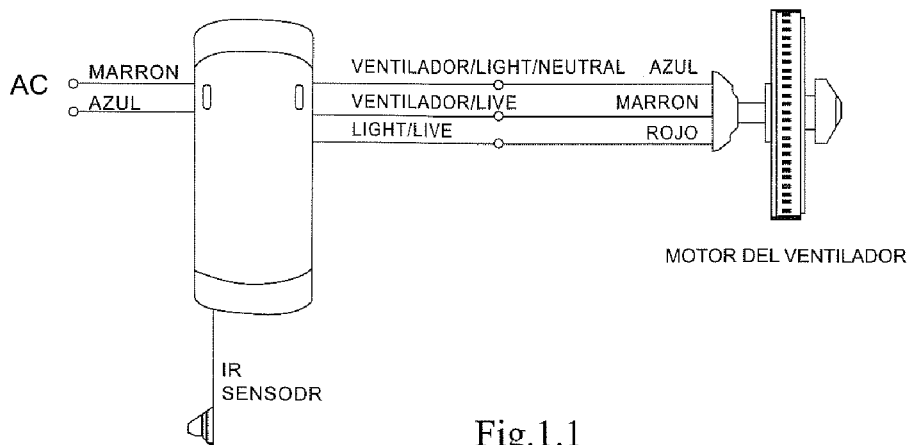
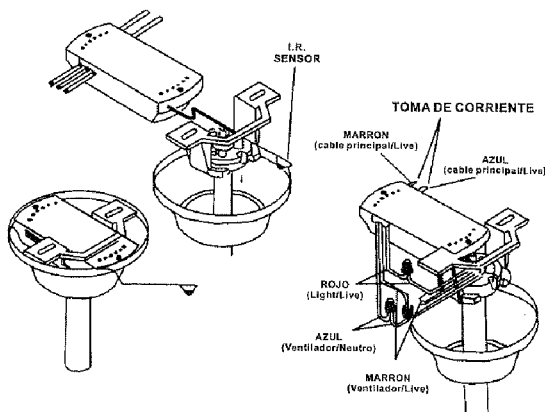
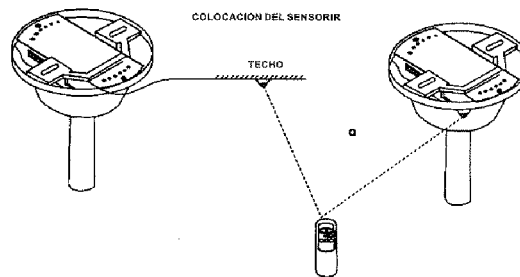

Fig.1.1
Fig.1.2
Fig. 2
1. Conecte los cables según se muestra en las ilustraciones (Fig. 1.1 y Fig. 1.2.) Coloque el sensor de infrarrojos siempre fuera del embellecedor. Su ubicación dependerá de las condiciones de recepción. (Fig. 2)
2. Una vez conectados los cables inserte el receptor en el soporte del ventilador como se indica en la ilustración (Fig. 1.2) y cúbralo con el embellecedor.